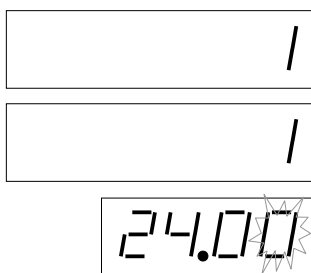

Рис. 6 Режим установки цен за единицу
2. В режиме установки цен за единицу *см. рис. 6*